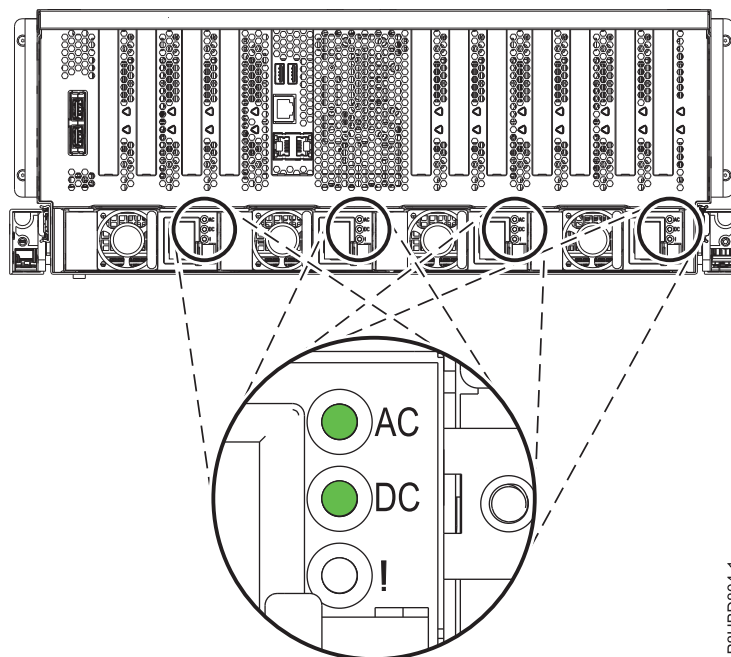

図 14. 正常に作動している電源装置の LED
3. 取り替えた電源装置の LED の状態に注意してください。図 14 を参照してください。取り替えた電源装置の LED が以下の状態になっている必要があります。